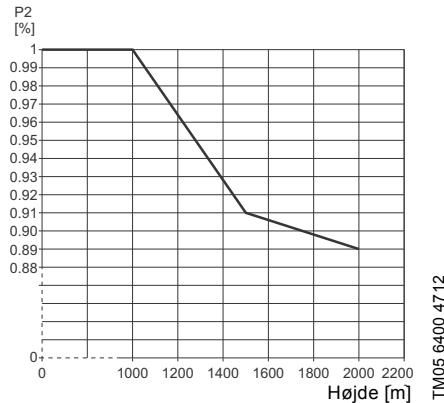

Fig. 3 Reduktion af motorenens udgangseffekt (P2) i forhold til højde over havets overflade.
- Motorer der er installeret mere end 1000 meter over havets overflade, må ikke belastes fuldt ud på grund af den lave massefyldte og den deraf følgende lave kølevirkning fra luften. Se fig. 3.